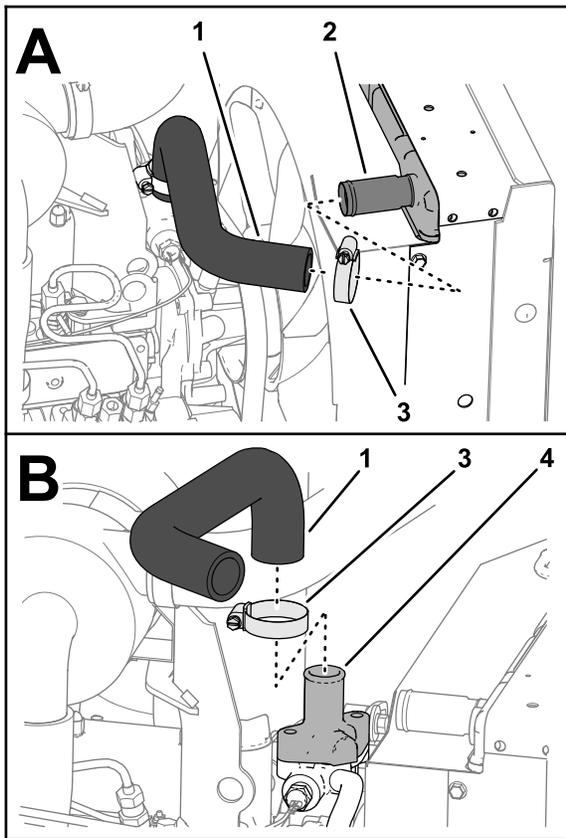

Figura 17
4. Retire a braçadeira de tubos que prende o tubo superior do radiador à entrada do radiador e separe o tubo do radiador (Figura 17).
5. Retire a braçadeira de tubos que prende o tubo superior do radiador à caixa do termostato e retire o tubo do motor (Figura 17).